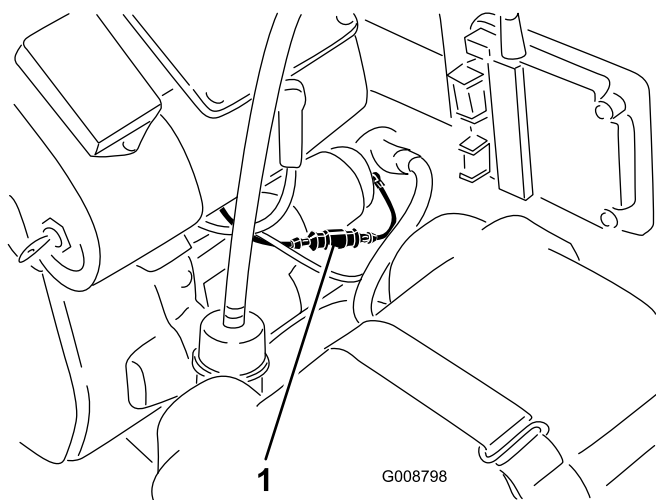

**Figura 40**
2. Se il vano batteria è vuoto, inserite tre batterie AAA nuove. Posizionate le batterie come illustrato nella Figura 40.
3. Per sostituire le batterie scariche, rimuovete le vecchie batterie e inserite tre batterie AAA nuove. Posizionate le batterie come illustrato nella Figura 40.